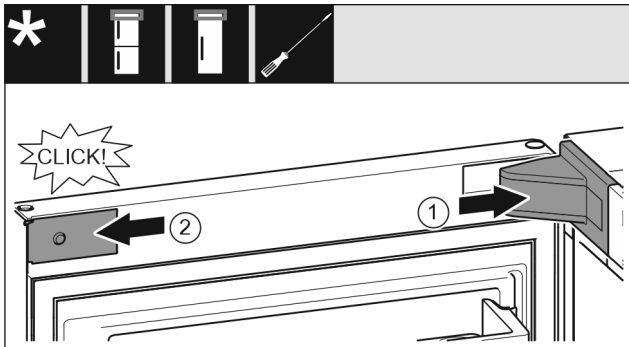

Fig. 22
► Поставете и фиксирайте капача на лагерната стойка Fig. 22 (1), при нужда внимателно го натиснете настрани.
► Поставете странично капачката Fig. 22 (2) и я фиксирайте.